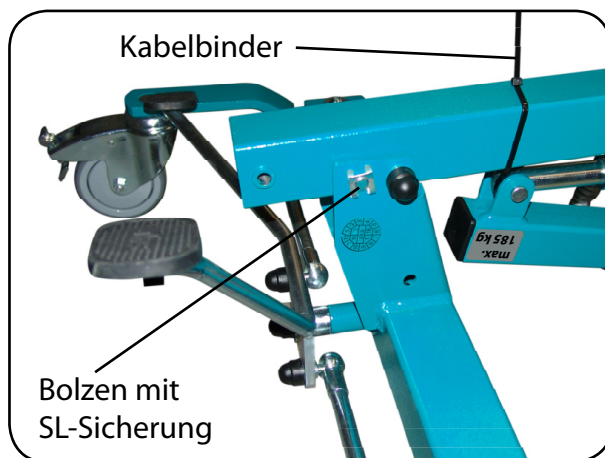

Abb. 8.7.06 - Standmastaufnahme
9. Arretieren Sie den Standmast mit dem Bolzen an der Standmastaufnahme. Sichern Sie den Bolzen mit der SL-Sicherung (Abbildung 8.7.06).